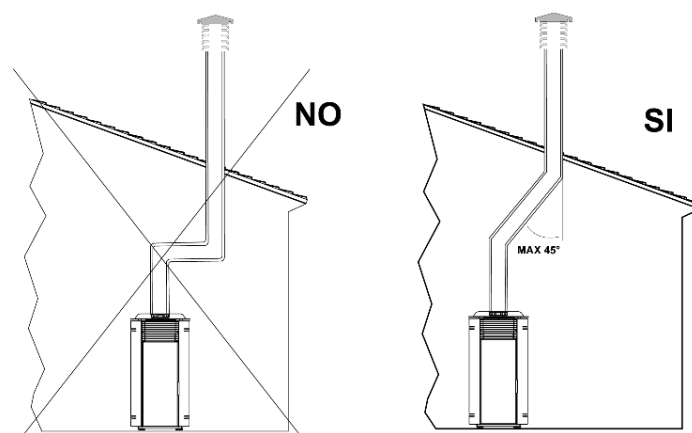

Fig.2
- La sezione interna deve essere uniforme, preferibilmente circolare: le sezioni quadrate o rettangolari devono avere spigoli arrotondati con raggio non inferiore a 20mm; rapporto massimo tra i lati di 1,5; pareti il più possibili lisce e senza restringimenti; le curve regolari e senza discontinuità, deviazioni dall'asse non superiori a  $45^\circ$  (*fig.2*).